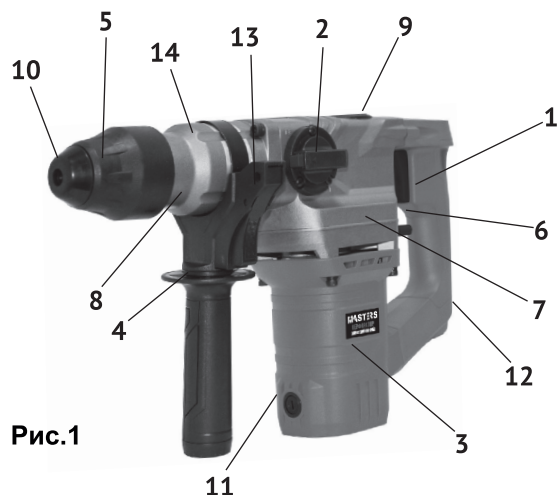

Рис.1
1.5 Перфоратор состоит из вертикально расположенного коллекторного двигателя в пластиковом корпусе (рис.1 поз.3). Корпус двигателя крепится к металлическому корпусу редуктора (рис.1 поз.7), в котором расположен механизм, передающий вращательное и возвратно-поступательное движение на рабочий инструмент. К корпусу редуктора и корпусу двигателя крепится рукоятка (рис.1 поз.12), на которой расположена клавиша выключателя (рис.1 поз.1).
Крутящий момент с якоря электродвигателя через шестерни, передаётся на ствол с патроном SDS – plus (рис.1 поз.5), расположенный перпендикулярно оси двигателя. Тип ударного механизма перфоратора - электропневматический. Эксцентриковый подшипник преобразует вращательное движение якоря в возвратно-поступательное движение поршня. С поршня ударник передаёт энергию удара на ствол с патроном SDS – plus. На корпусе редуктора слева расположен переключатель режимов (рис.1 поз.2) с фиксацией в двух режимах: «сверление с ударом» / «удар».
Дополнительная рукоятка (рис.1 поз.4) хомутом крепится на корпусе ствола (рис.1 поз.14). Фиксируется рукоятка, закручиванием по часовой стрелке, в любом положении (от 0° до 360°), что удобно пользователю, как «правше», так и «левше».
В отверстие левой части суппорта рукоятки вставляется, при необходимости, стержень-ограничитель глубины сверления (рис.1 поз.8). Он фиксируется в выбранном положении рычагом (рис.1 поз.13) на суппорте дополнительной рукоятки.
1.6 Клавиша выключателя (рис.1 поз.1) расположена в передней части рукоятки. Включение/отключение инструмента осуществляется нажатием на клавишу выключателя. Силой, приложенной к клавише, регулируется число оборотов и частота ударов перфоратора.
При замене рабочих насадок следите за тем, чтобы колпачок (рис.1 поз.10), защищающий патрон от попадания пыли, не был повреждён.